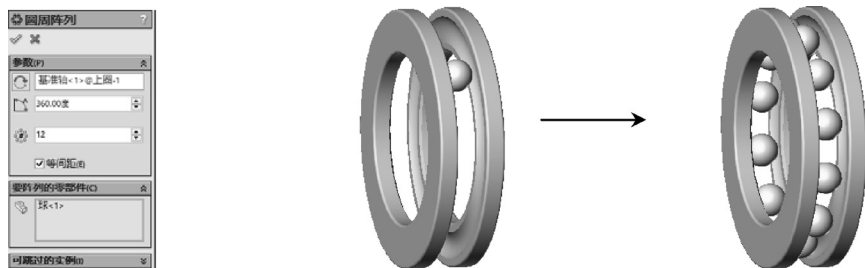

图 5-52 典型的圆周零部件阵列
- 圆周零部件阵列 ：可以对某个零部件进行圆周阵列操作，如图 5-52 所示，通过选择阵列轴和阵列零部件，并设置旋转的角度和阵列零部件的个数即可执行此阵列操作。